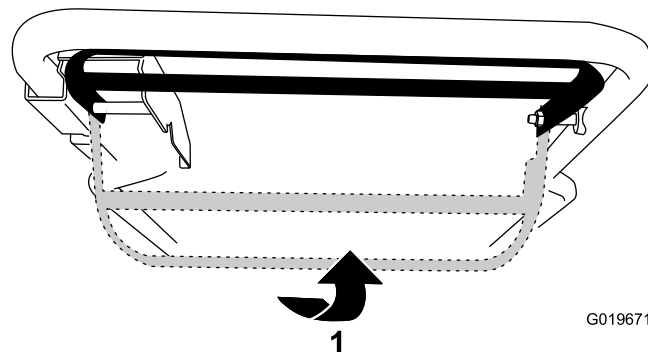

Figure 18
- Pour utiliser l'autopropulsion sans engager la lame, relevez la barre de commande contre le guidon (Figure 18).